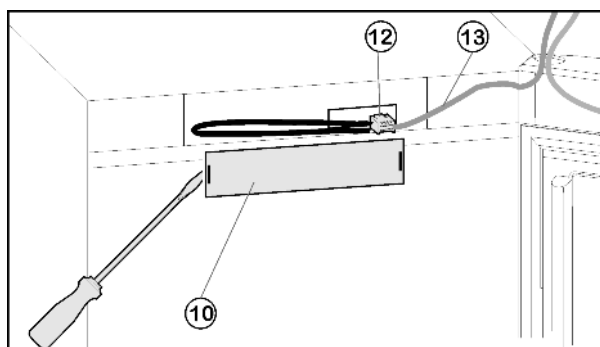

Fig. 4
- Снимите переднюю накладку Fig. 4 (10) с помощью плоской отвёртки.
- Снимите контакт и извлеките разъём Fig. 4 (12).
- Высвободите из направляющей серый кабель Fig. 4 (13).
► Снова установите разъем Fig. 4 (12).
► Снова установите крышку Fig. 4 (10).